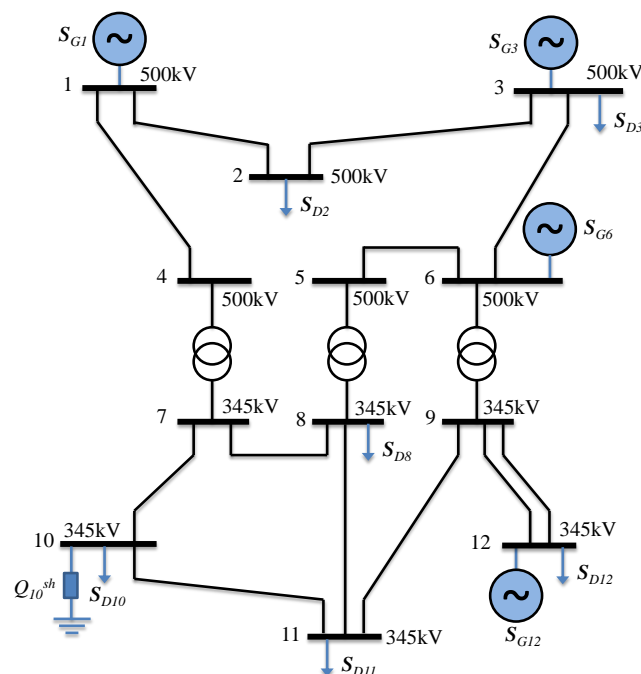

Figura 1 – Sistema para EC4
1. Considere o sistema da Figura 1 operando de acordo com o cenário definido no arquivo de dados de entrada disponibilizado (“dados_sistema12B_EC4.txt”)¹. Para este cenário, resolva o problema de FPO Linearizado com minimização do custo total de produção e do corte de carga, isto é, identifique o despacho ótimo dos geradores a fim de minimizar custo de produção mais eventuais cortes de carga. Para a solução ótima encontrada: